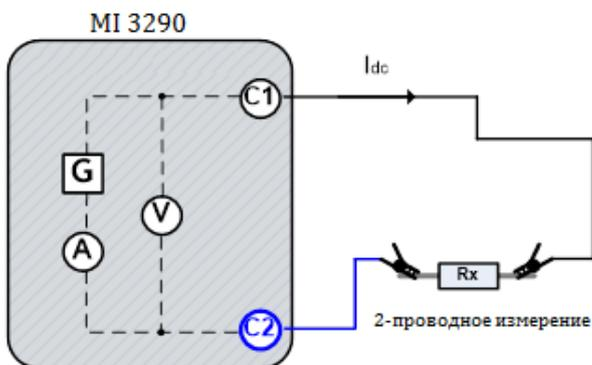

Рисунок 11.50: Пример измерения сопротивления проводников током 7 мА.
**Предел (R)** Предел (R), устанавливается в интервале: откл.; 1 Ом – 15,0 кОм.
- Соберите схему согласно рис. 11.50.